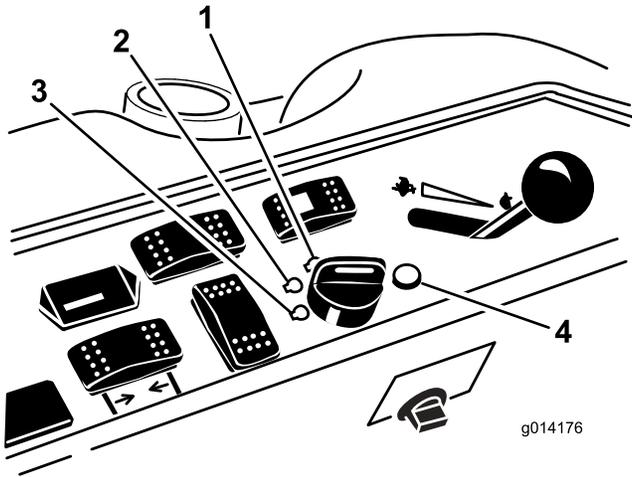

图16
6. 将点火钥匙顺时针旋转至运行位置图16。预热塞指示灯应亮起 6 秒钟。
3. 将点火钥匙旋转至关闭位置图16。在离开工作位置之前应等待所有活动部件都停下来。